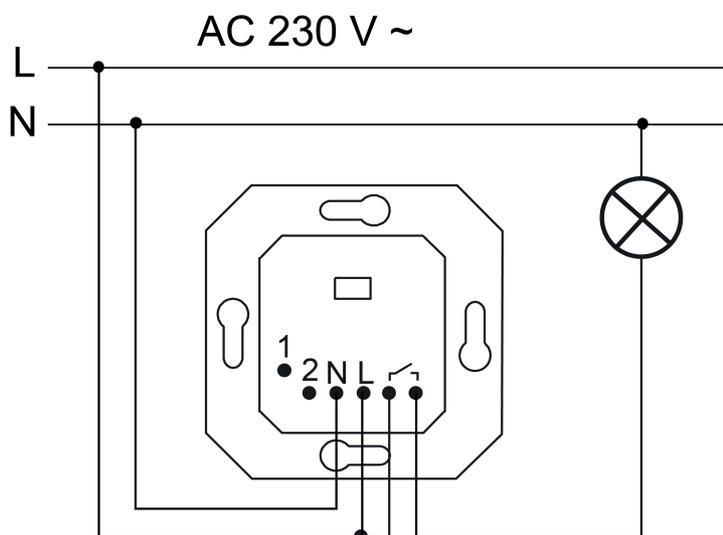
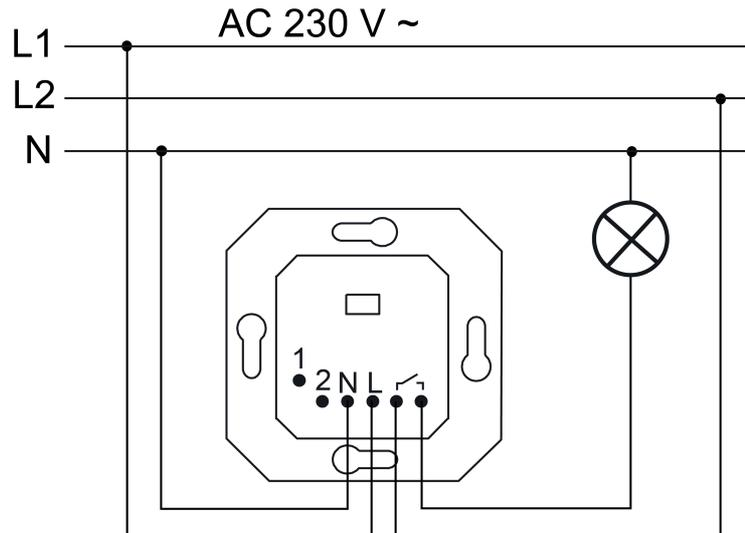

Рисунок 2: Пример подключения к одному внешнему проводу
Рисунок 3: Пример подключения к двум внешним проводам
- Подключение вставки и нагрузки в соответствии с примерами (рисунок 2), (рисунок 3).